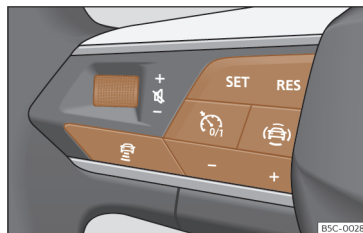

Fig. 110 En el volante multifunción: botones para manejar el ACC.
- Pulse la tecla  del volante multifunción >>> **fig. 110**.
- Para comenzar la regulación presione la tecla **SET** >>> **fig. 110**.
Para programar la velocidad pulse los botones + o - >>> **fig. 110** hasta la velocidad deseada. El ajuste de velocidad se realiza en intervalos de 10 km/h (5 mph).
- Pulse la tecla **▲** y, a continuación, la tecla + o - >>> **fig. 110**.
- Pulse brevemente la tecla **☺** >>> **fig. 110** o pise el pedal del freno.